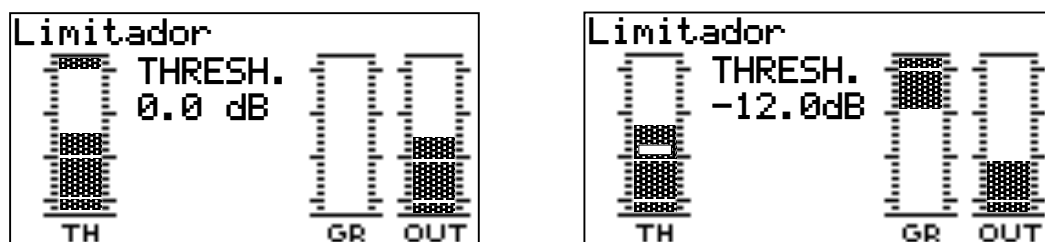

Fig. 13. Pantalla del Limitador (izq.) y edición del Threshold (der.)
- GR (Gain Reduction): Muestra cuando el limitador está actuando (el nivel de entrada supera el del umbral). La reducción de nivel se muestra como una barra invertida (ver Fig. 13, derecha).